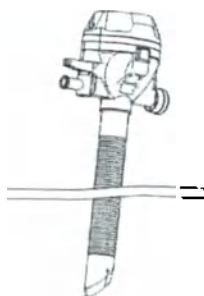

Рисунок 5 – Правильное положение канюли в месте введения
V. Приступайте к выполнению дальнейших операций, когда канюля будет установлена, как показано на рис. 5